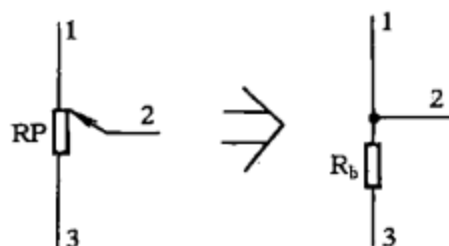

图 1-38
(2) 当动臂 2 端向上移动时， R_a 减小而 R_b 增大。当动臂 2 端移至最上端时， $R_a = 0$ ， $R_b = R_{RP}$ ，动臂 2 端输出电压为输入电压的全部，如图 1-38 所示。